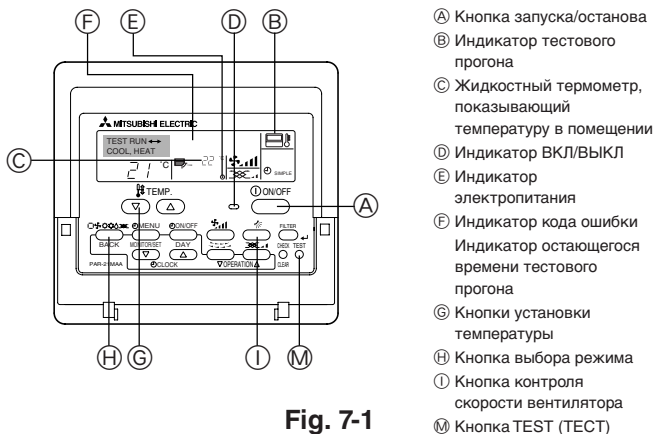

Fig. 7-1
7.2.1. Использование проводного пульта дистанционного управления (Fig. 7-1)